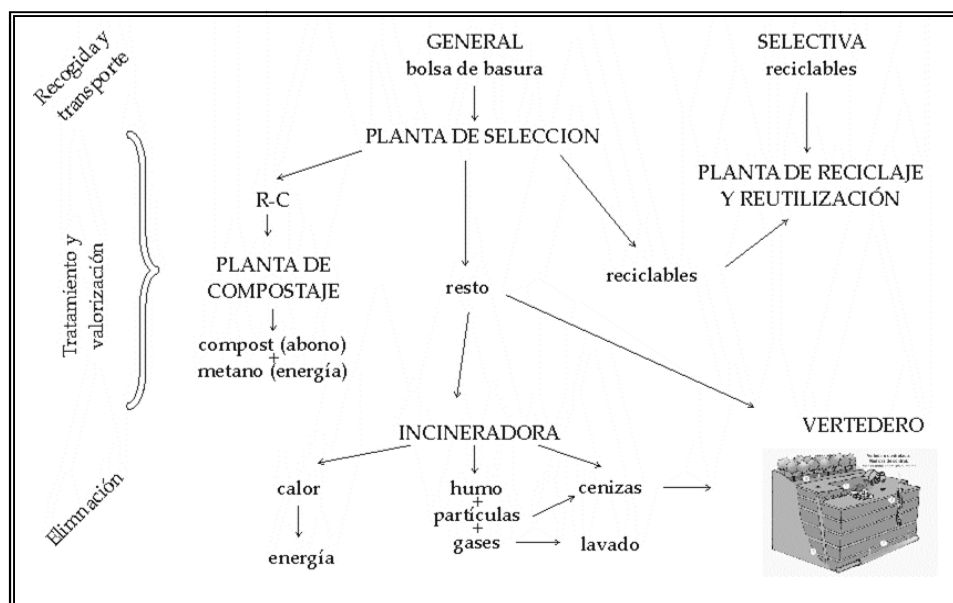

Figura 26. Correcta gestión de los RSU.
- **INCINERACIÓN** (figura 26): combustión controlada de los residuos. Se produce: